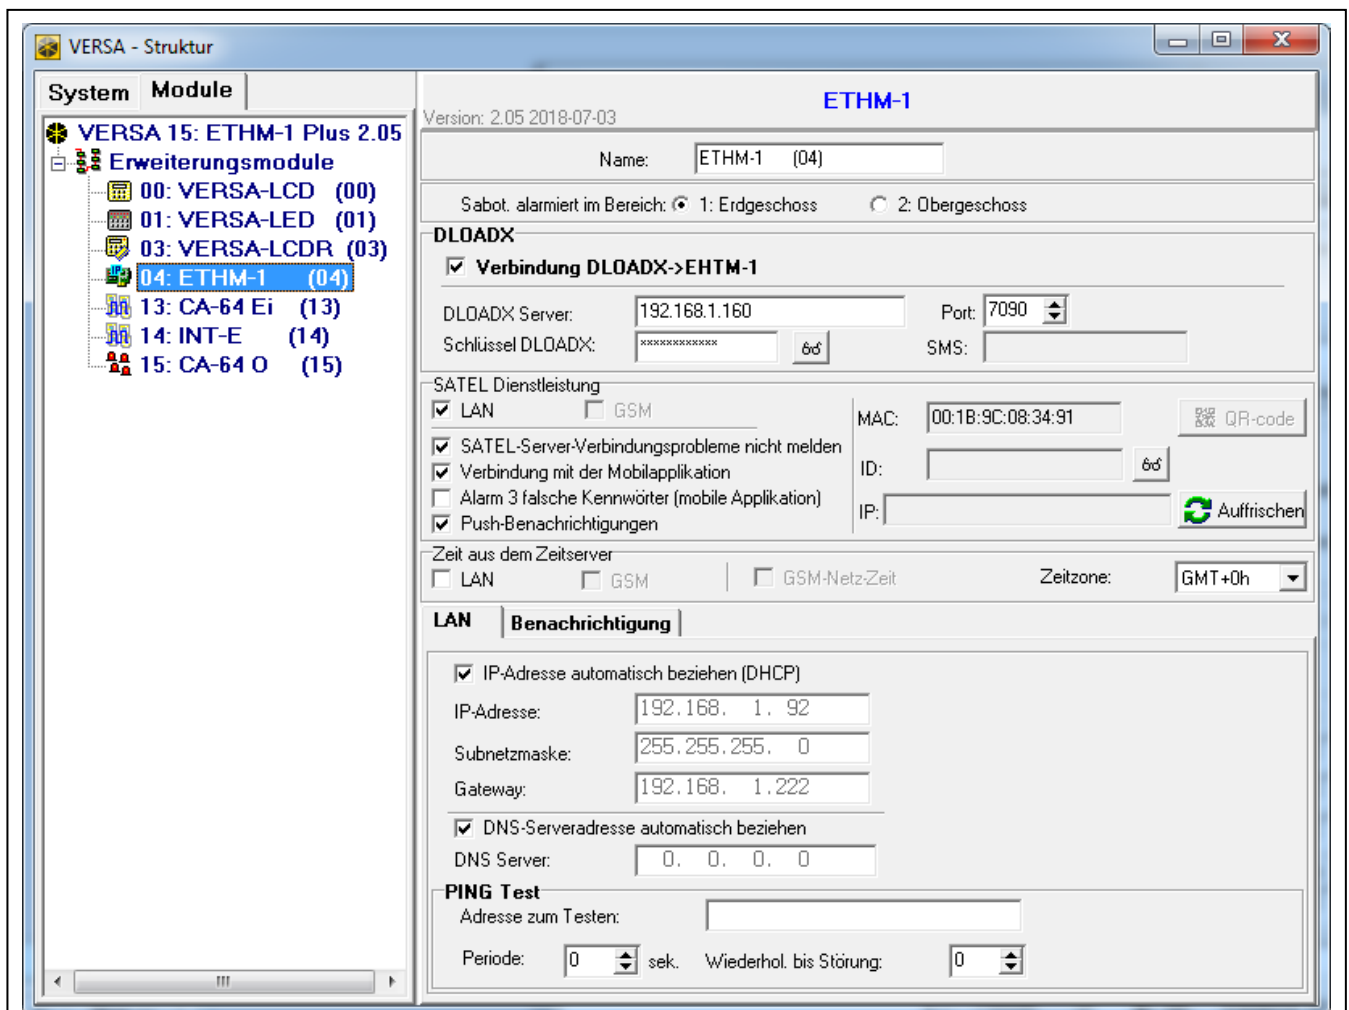

Abb. 12. Programm DLOADX: Einstellungen des Moduls, das an der Zentrale VERSA angeschlossen ist.
- über das Programm DLOADX: →Fenster „Struktur“ →Registerkarte „Module“ →Zweig „Erweiterungsmodule“ →[Modulname] (Abb. 12).